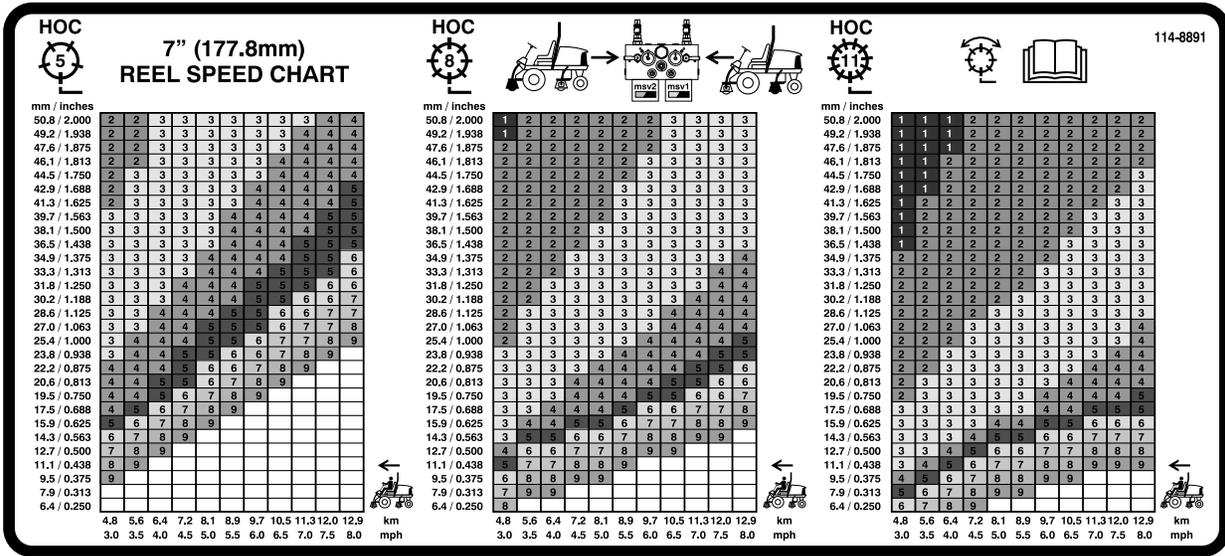
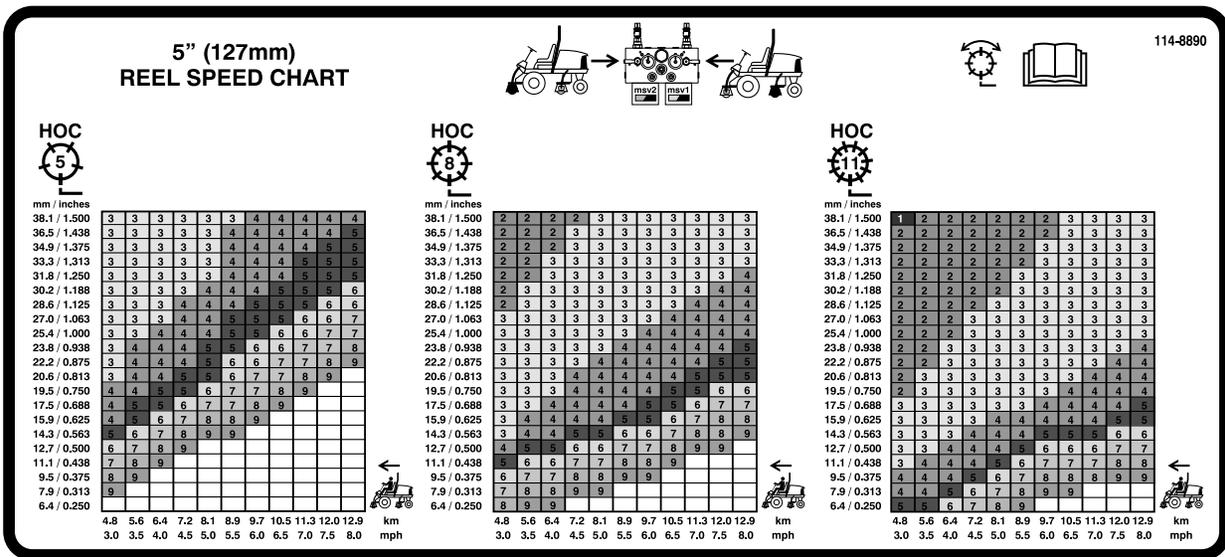

Figura 40
Figura 41
3. Usando el gráfico apropiado de la pegatina 110-0996 (Figura 40) para el Reelmaster 5510 y 5610 con molinete de 17,8 cm [7 pulgadas], o la pegatina 110-8923 (Figura 41) para el Reelmaster 5210 y 5410, molinete de 12,7 cm [5 pulgadas], determine el ajuste correcto para la velocidad de los molinetes.